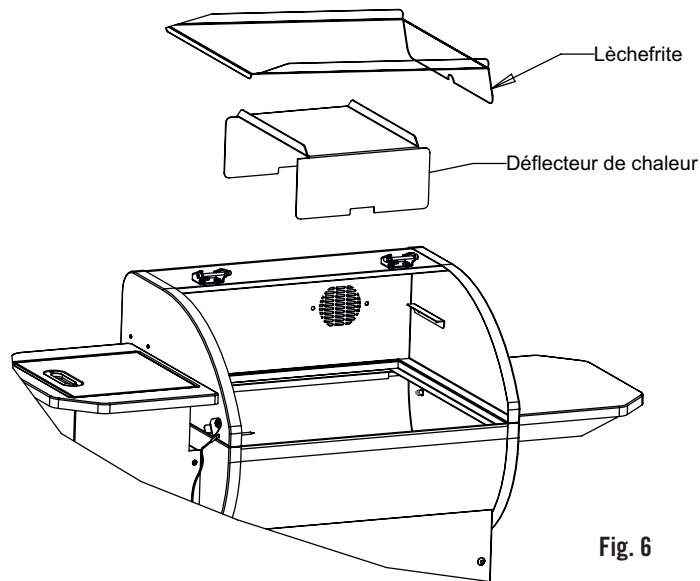

Fig. 6
1. Monter le déflecteur de chaleur et la lèchefrite comme indiqué aux Fig. 6 et 7.